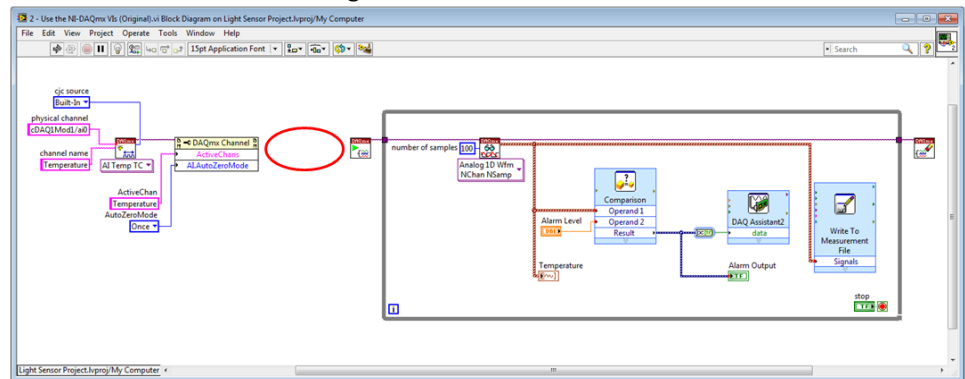

Figura 3. O API de baixo nível NI-DAQmx segue um padrão lógico.
- c. Navegue até a seção mais à esquerda do código do diagrama de blocos, conforme ilustrado na figura 3.